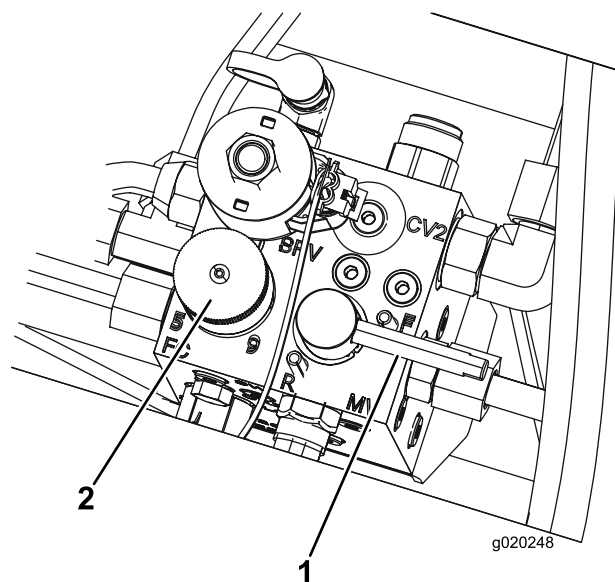

Рисунок 101
3. Установите рычаг заточки обратным вращением в положение F (скашивание) (Рисунок 101).